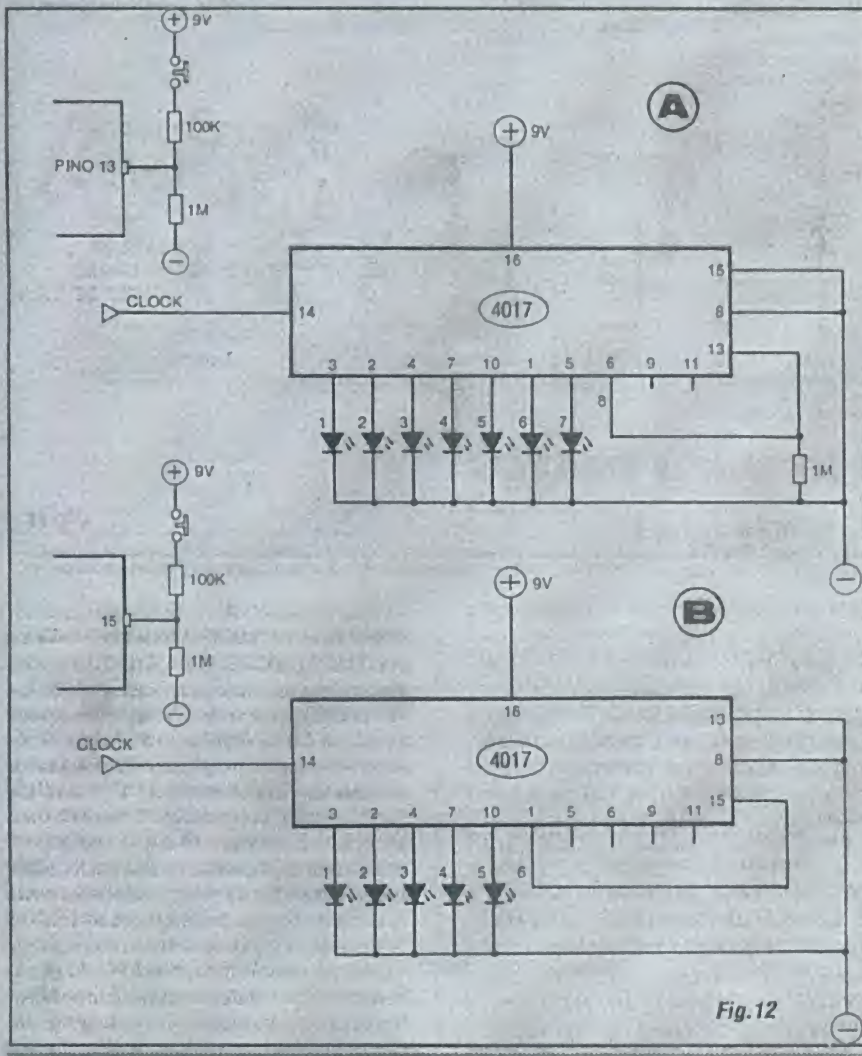

Fig.12
- FIG. 12-A - UTILIZANDO O PINO 13 (AUTORIZADOR DE CLOCK) - A efetiva contagem, ou o sequenciamento das Saídas do 4017 apenas é possível enquanto o pino de *Clock Enable* (13) estiver recebendo um nível "0" ("baixo")... Quando a tal pino é aplicado um nível "1" ("alto"), a Entrada geral de *clock* fica "inibida", para de aceitar os pulsos, com o que a contagem fica interrompida, restando em estado "alto" unicamente a Saída que *assim se encontrava* no exato momento da aplicação de nível "1" ao pino 13... Dessa forma, no primeiro arranjo (diagrama menor da FIG. 12-A...), é possível, apertando-se o *push-button* N.A., congelar ou bloquear a contagem, em qualquer ponto ou estágio desta... Observar que o pino 13 é mantido "baixo" pelo resistor de 1M, em condição de "espera", mas que, ao ser premido o interruptor, via resistor de 100K estabelece-se uma condição "alta" no dito pino... Lembrando que a Saída "ativa" ("da vez"... ) do 4017 sempre se manifesta "alta" (todas as demais, "baixas"...), é possível ainda organizar uma interessante estrutura "automática", na qual um das próprias Saídas é usada para o acionamento do pino 13 (diagrama maior da FIG. 12-A...). No caso do exemplo, queremos que o 4017 "conte" apenas até a sua sétima Saída (e não até a décima, como seria normal...). Isso é feito mantendo-se o pino de *clock enable* "baixo" via resistor de 1M, porém ligado à oitava Saída de contagem (pino 6). Como indicadores do sequenciamento, os 7 LEDs conetados às 7 primeiras Saídas do 4017 irão acender em sequência, num ritmo determinado pelo "trem" de pulsos aplicado ao seu
**- FIG. 12-B - UTILIZANDO O PINO 15 (RESET)** - Enquanto o pino 15 for mantido sob nível "baixo" (digitalmente em "0"...) a contagem dos pulsos aplicados à Entrada de *clock* e o conseqüente sequenciamento das Saídas se dará normalmente, com cada uma delas (desde a primeira, ou "0", até a
décima, ou "9"...) assumindo progressivamente a condição digital "1", ao fim do que novamente todo o ciclo recomeça, de forma indefinida (enquanto estiverem sendo aplicados pulsos ao pino 14...). Se, contudo, for aplicado momentaneamente um nível "1" ao pino 15, *esteja a contagem "onde" estiver, nos 10 estágios possíveis, esta é imediatamente "resetada" ou zerada, com o que se reinicia automaticamente, a partir da Saída "0" (pino 3)*. Notar que, além da "resetagem", enquanto o pino 15 for mantido "alto", apenas a Saída inicial do sequenciamento (citado pino 3...) se mostrará "alta", permanecendo todas as demais em "0"... Apenas quando novamente o pino 15 for digitalmente "abaixado" é que a contagem/sequenciamento poderão reiniciar (e sempre - nesse caso - a partir do pino 3...). No diagrama menor da FIG. 12-B vemos um arranjo "passivo", no
qual a pressão sobre o *push-button* N.A. gerará o imediato "resetamento" da contagem (seu retorno a "zero"...). Observar que o resistor de 1M mantém o pino 15, em condição normal, em estado "baixo", mas que ao ser fechado o interruptor de pressão, via resistor de 100K o dito pino se coloca "alto"... Dessa forma, a qualquer momento, e esteja a contagem "onde estiver", dentro dos 10 estágios possíveis, é possível reiniciá-la (com um breve toque no botão do interruptor...) ou mesmo "congelá-la em zero" (premindendo-se e assim mantendo o dito interruptor...). Também é possível (ver diagrama maior da FIG. 12-B...) "automatizar o resetamento", utilizando-se para tanto de uma das próprias 10 Saídas do 4017... Com tal providência, podemos "encurtar" a contagem...! No exemplo, queremos que o 4017 conte "até o quinto estágio", retornando o sequenciamento automaticamente ao seu início, e assim indefinidamente... Pois bem; basta aplicar diretamente a *sexta* Saída (pino 1) ao pino 15, com o que, assim que o pino 1 se mostrar "alto", um breve "1" é aplicado ao pino de *reset*, zerando a contagem e "encurtando" o sequenciamento (que passa - no caso do exemplo - a ter apenas cinco estágios, contra os dez normais...). Essa possibilidade de fazer o 4017 contar sequencialmente números *menores do que 10* pode ser vantajosamente usada em muitos circuitos práticos, conforme veremos em várias montagens mostradas em APE e também em alguns exercícios práticos ao longo do "Curso" do ABCDE...